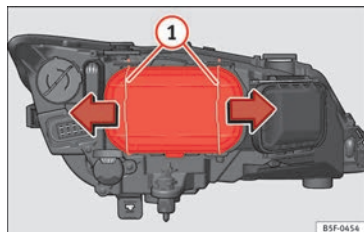

Fig. 103 Feux de croisement.
- Déplacez les tirants » fig. 103 ① dans le sens de la flèche puis retirez le cache.